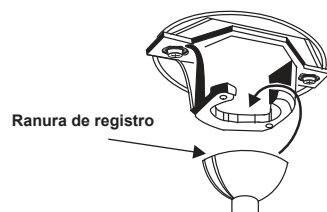

Figura 9
Paso 7. Levante el motor y póngalo en su posición, coloque la bola de colgado en el soporte de colgado. Gírelo hasta que la “pestaña de comprobación” haya entrado en la “ranura de registro” y se asiente firmemente (Figura 9). El motor no debería girar si esto se realiza correctamente.